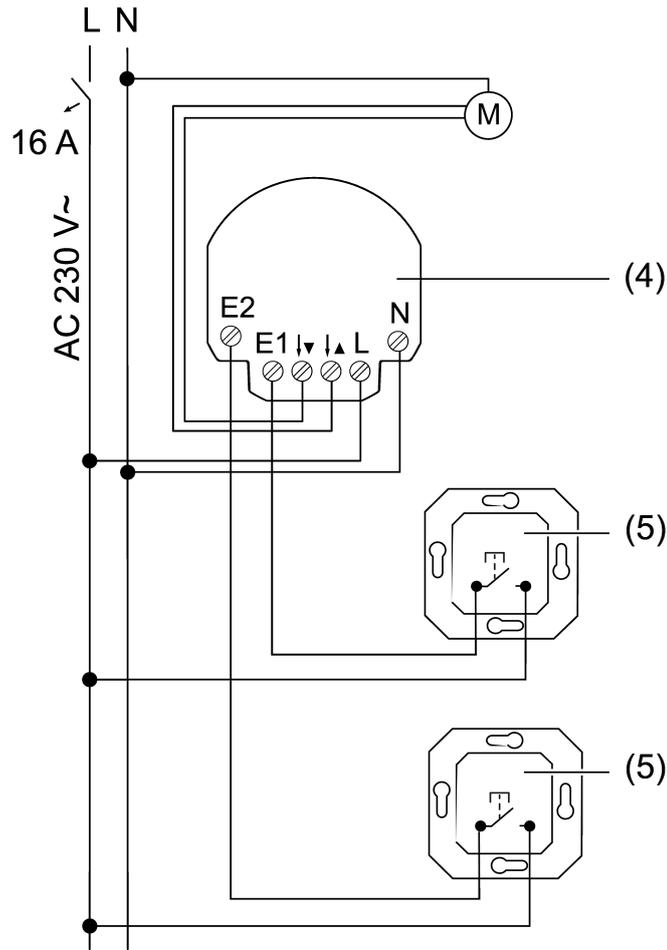
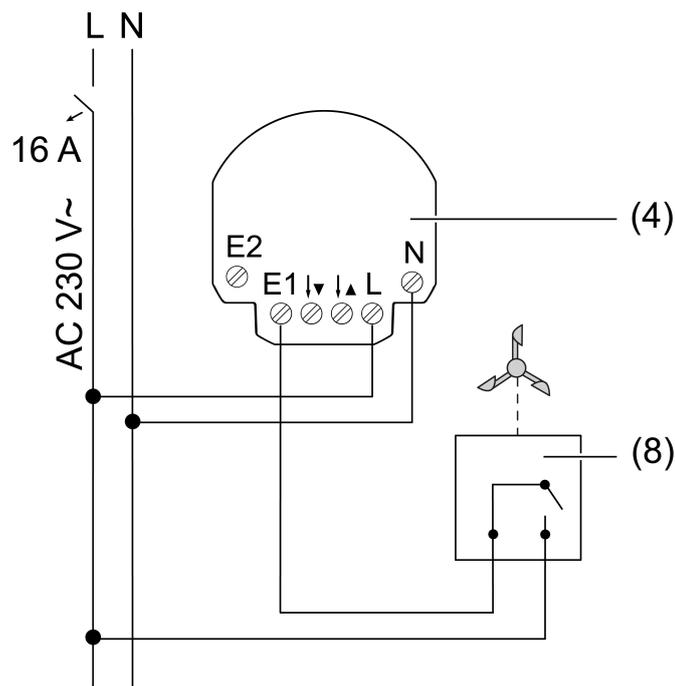
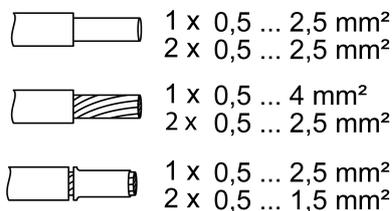

Bild 2: Anschlussbeispiel mit 2 Tastern (5)
Bild 5: Anschlussbeispiel mit Schnittstelle Windsensor (8)
Bild 8: Klemmbarer Leiterquerschnitt
- Jalousieaktor (4) laut Anschlussbeispielen anschließen (siehe Bild 2) bis (siehe Bild 5). Dabei die klemmbaren Leiterquerschnitte beachten (siehe Bild 8).
- i** Durch kurze Betätigung der Taste Prog (1) kann die Jalousie/Rolllade/Markise testweise gefahren werden.
Klemmbarer Leiterquerschnitt	(siehe Bild 8)